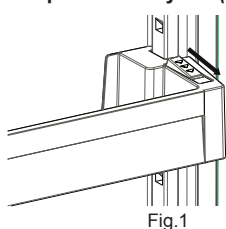

Fig.1
**Før at ændre placeringen af Adapti-Lift;** hold fast i bunden af hyllden og træk knapperne på siden af dørhyllden i retningen af pilen (Fig.1)